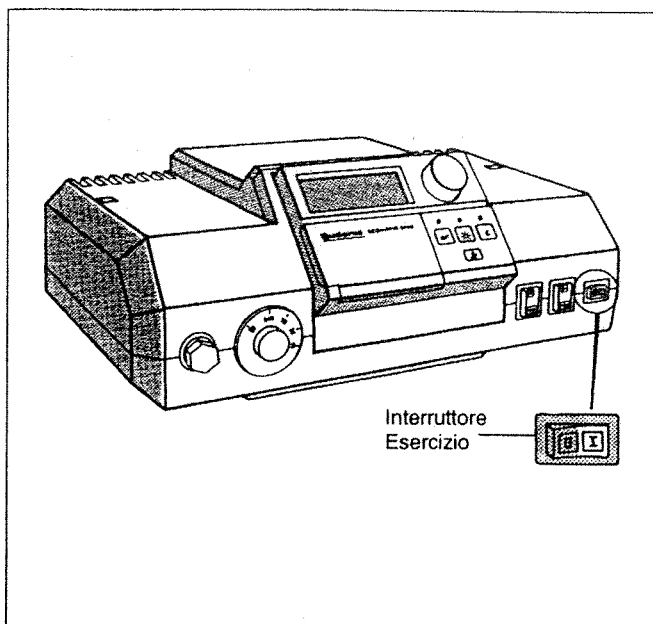

Fig. 4 Messa in esercizio
- Regolare l'interruttore di esercizio (Fig. 4) sulla posizione I (ON).
- Regolare l'interruttore di esercizio (Fig. 4) sulla posizione 0 (OFF).